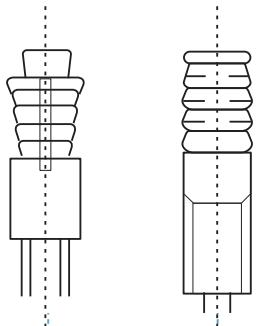

Fig. 3.2
- Déterminez l'emplacement sur le plafond de la pièce ou du bâtiment pour le montage et percez quatre trous de  $\Phi 12$  mm x 50-55 mm. Ensuite, encastrez et placez les ancrages à crochet d'expansion (accessoire acheté 2) dans ces trous. (Voir figure 3.2).
- Déterminez l'emplacement sur le plafond de la pièce ou du bâtiment pour le montage et percez quatre trous de  $\Phi 12$  mm x 50-55 mm. Ensuite, encastrez et placez les ancrages à crochet d'expansion (accessoire acheté 2) dans ces trous. Voir figure 3.2).